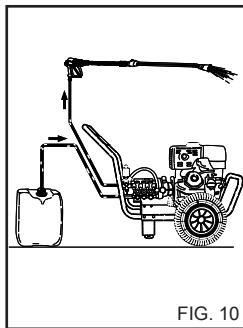

FIG. 10
1) Dopo l'uso con detergente, risciacquare il circuito di aspirazione; infilare il tubo di aspirazione (fig. 10) detergente in una tanica di acqua pulita e far funzionare la pompa per 1 minuto a rubinetto dosaggio completamente aperto e lancia in fase erogazione detergente.
4) Dopo l'uso con detergente, risciacquare il circuito di aspirazione; infilare il tubo di aspirazione (fig. 10) detergente in una tanica di acqua pulita e far funzionare la pompa per 1 minuto, e lancia in fase erogazione detergente.